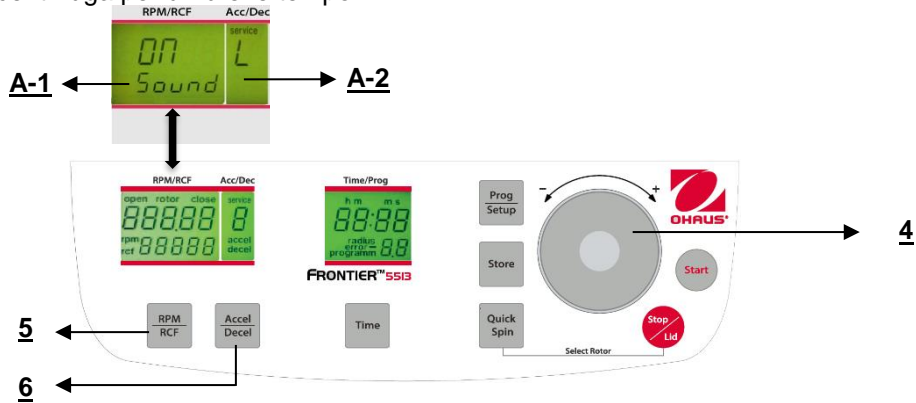

Figura. 30
Procedere come descritto al punto 4.1.2 per inserire questa modalità programma e poi premere il tasto **"Accel/Decel"** (6). **Sul display "Acc/Dec" (A-2) lampeggia la parola "Service"**. Selezionare adesso la lettera **"L"** con la quadrante di regolazione (4). Di conseguenza, compaiono le parole **"On Sound"** sul display **"RPM/RCF"** (A-1). Se adesso si preme il tasto **"RPM/RCF"** (A-1), lampeggia la parola **"On"** e si può disattivare la suoneria, con la quadrante di regolazione(4) (Vedere figura 30).